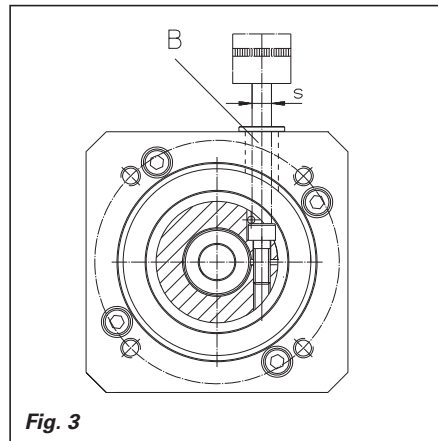

Fig. 3
gio (3.40.080) sull'anello di bloccaggio. Allo scopo far passare la prolunga della chiave dinamometrica attraverso il foro di montaggio (B) (fig. 3). Coppia di serraggio M_A come da tabella.